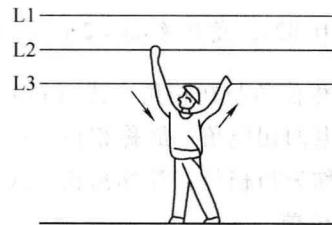

图1-22 两相触电
(2) 两相触电 由于人体的不同部位同时触及两相带电体而导致的触电事故称为两相触电。两相触电时，相与相之间以人体作为负载，形成回路电流，如图1-22所示。此时，流过人体的电流大小完全取决于电流路径和供电电网的电压。